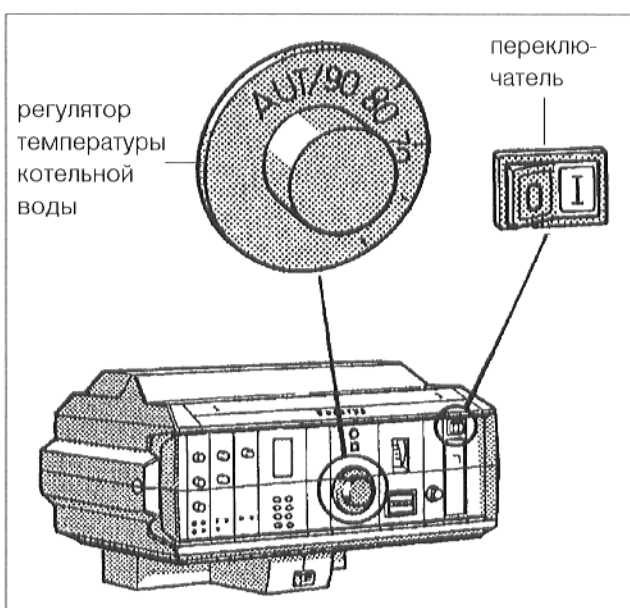
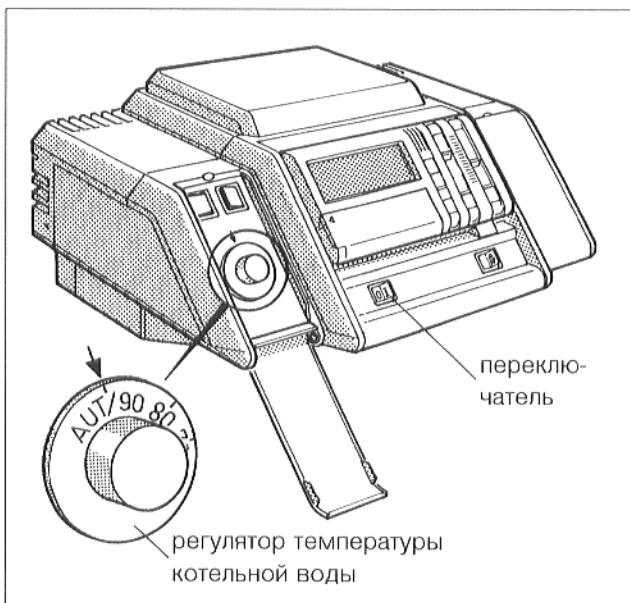

Рис. 27 HS 3220
Рис. 28 HS 4201
Открыть откидную крышку регулятора слева, в направлении вниз (рис. 28).
- Установить переключатель режима работы (рис. 27 и рис. 28) в поз. I (ВКЛ.).
- Установить регулятор температуры котельной воды на желаемую температуру. У "Ecomatic-регулирования" произвести установку на "AUT" (рис. 27 или рис. 28).
Произвести монтаж прозрачного покрытия (рис. 27).
Заккрыть левую откидную крышку (рис. 28).
- Установить переключатель режима работы (рис. 27 и рис. 28) в поз. 0 (ВЫКЛ.).